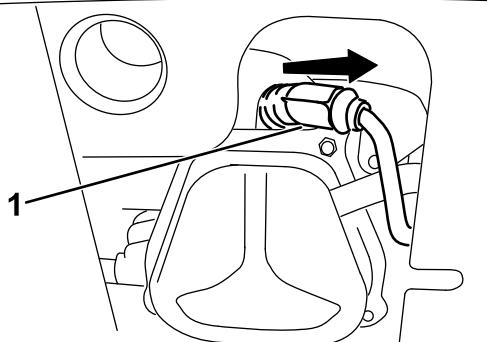

Bild 44
- Entfernen Sie die Kappe (Bild 44).